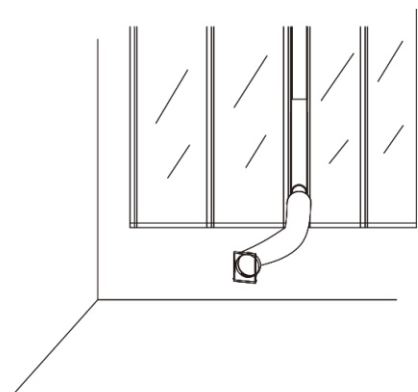

Abb.8
9. Installieren Sie den Abluftkanal, den Fenstersatz und dessen Zubehör gemäß der Abbildung in Abb. 8 am Fenster.